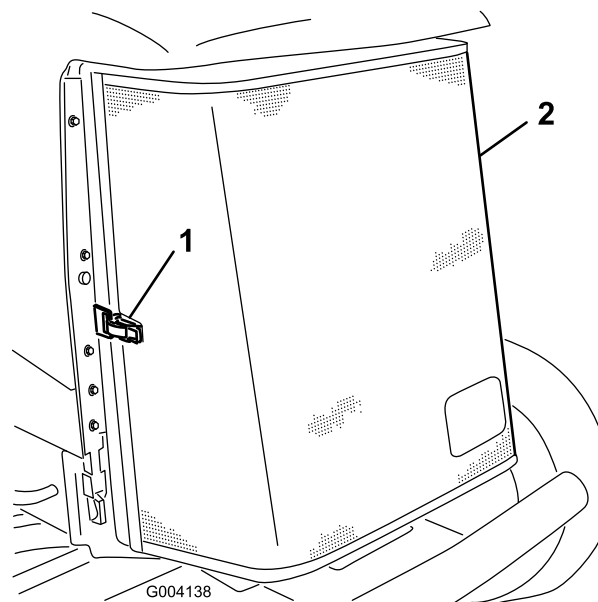

Рисунок 59
3. Откройте защелку и откиньте заднюю решетку (Рисунок 59).